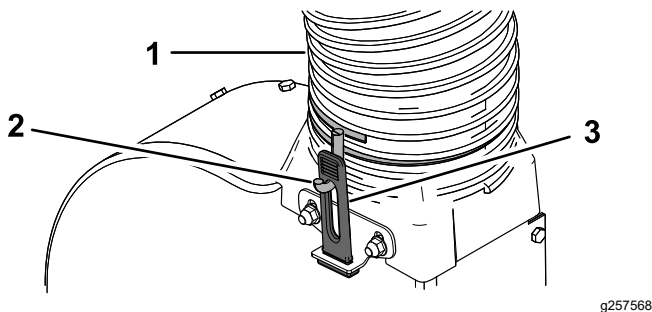

図 20
2-3 回ねじ込む 図 20。
3. ブロアのトランジションにホースを取り付けるホースがフードから90°程度の曲がりを作るように取り付ける。必要に応じてホースクランプのフックの向きを調整してゴム製ラッチに合わせ、ラッチをフックに引っ掛けてホースを固定する 図 20。